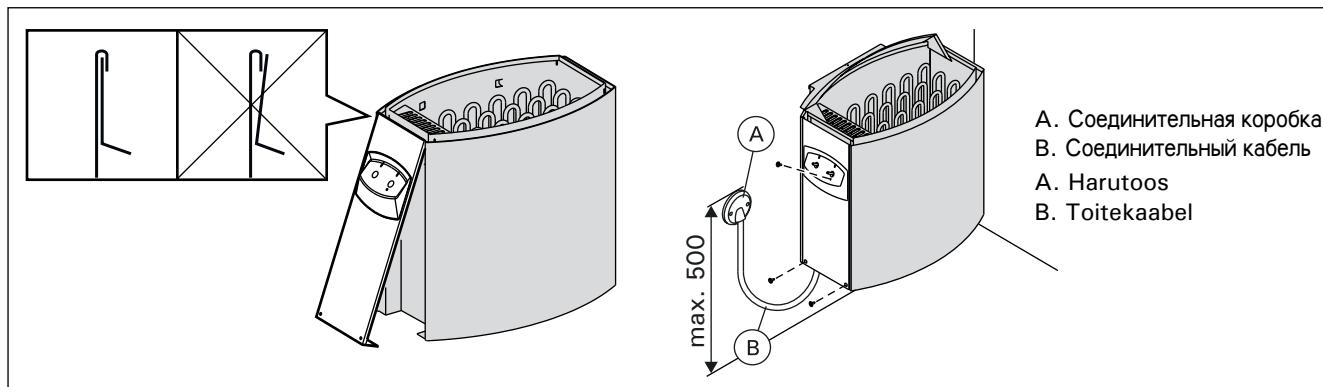

Рисунок 8. Установка крышки распределительной коробки (все размеры приведены в миллиметрах)
- Каменка гибким проводом подсоединяется к соединительной коробке (рис. 8: А) на стене сауны. Соединительная коробка должна быть брызгозащищенной и находиться на расстоянии не выше 500 мм от пола.
- В качестве кабеля (рис. 8: В) следует использовать резиновый кабель типа H07RN-F или подобный. **ВНИМАНИЕ! Использование кабеля с ПВХ-изоляцией запрещено вследствие его**
- **При установке крышки распределительной коробки каменки убедитесь, что верхний край крышки расположен правильно.** При его неправильном расположении возможно попадание воды в распределительную коробку каменки. Рис. 8.